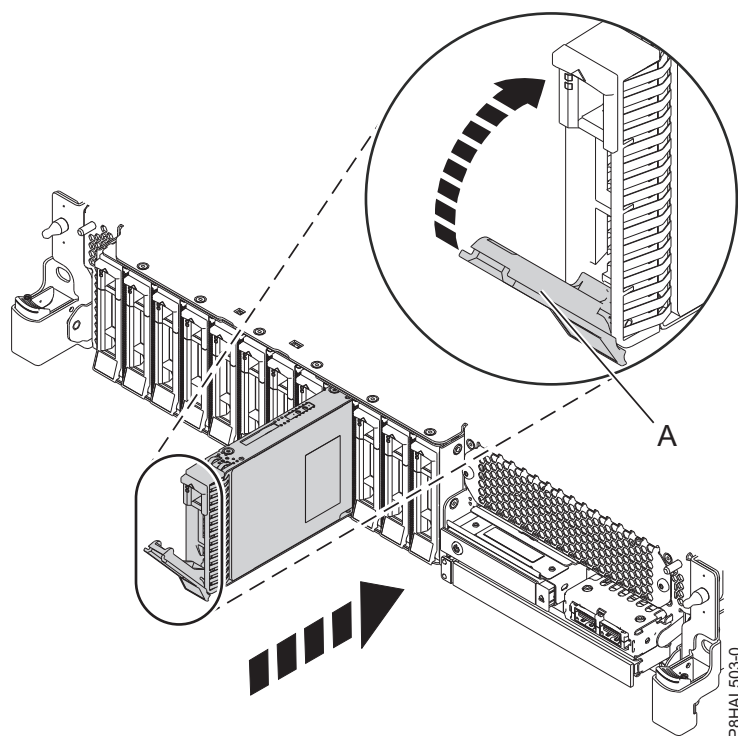
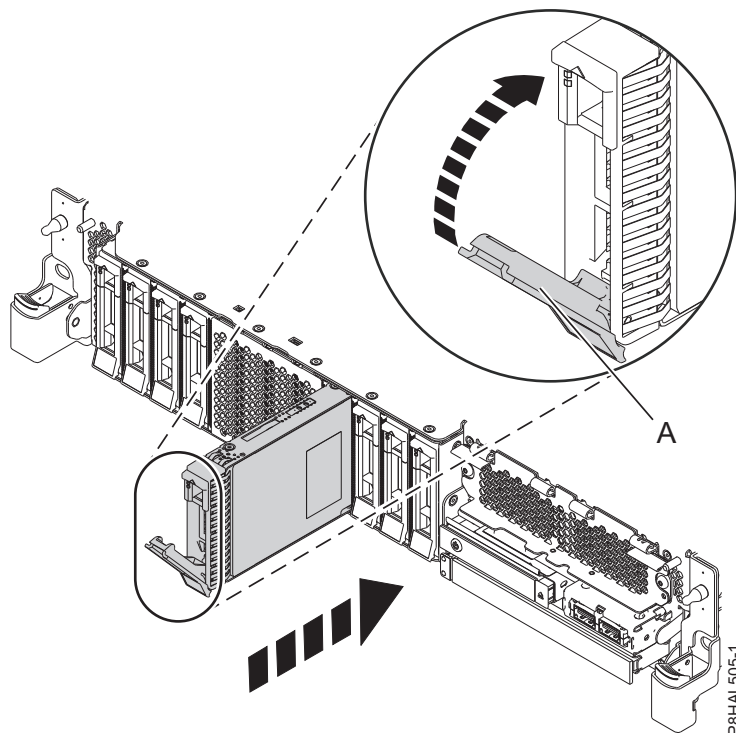

Figura 23. Instal•lació d'una unitat de disc al sistema de funció bàsica
Figura 24. Instal·lació d'una unitat de disc en un sistema de funció expandida
4. Desbloquegeu la nansa del compartiment d'unitats (A) prement-la i estirant-la cap a vosaltres. Si la nansa no s'estén del tot, la unitat no podrà lliscar en el sistema. Consulteu Figura 23 a la pàgina 26 i Figura 24 a la pàgina 27.
9. Quan el LED d'identificació es torni fix, moveu la unitat al fons del sistema i pressioneu la nansa de la unitat (**A**) fins que quedi bloquejada, tal com es mostra a Figura 23 i Figura 24 a la pàgina 27.